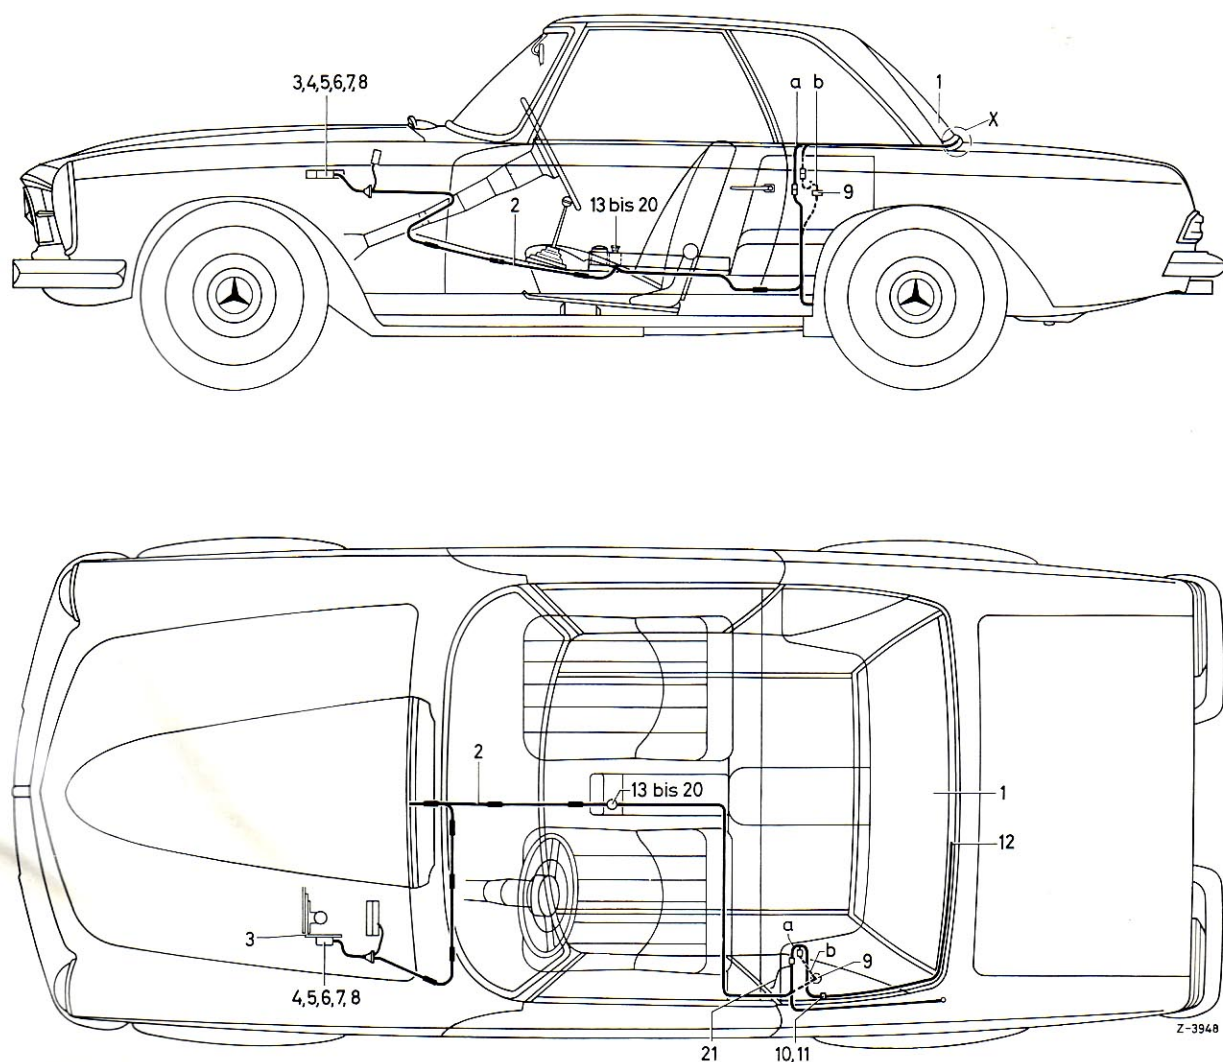

Bild 67-3/1
3. Kunstlederverkleidung von der Unterseite des Coupé-Daches, 400 mm von Mitte Coupé-Dach bis zum linken Ende lösen (Bild 67-3/2).
4. Bohrung für Kabeldurchgang anzeichnen und ankörnen, dazu Gummiabdichtung (a) etwas lösen (Bild 67-3/1 und 2).